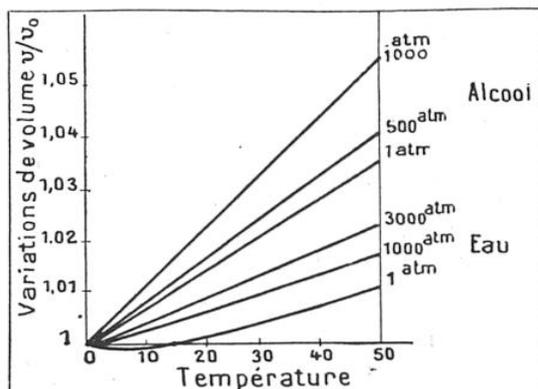

FIG. 2. — VARIATIONS DE VOLUME COMPARÉES DE L'EAU ET DE L'ALCOOL AVEC LA TEMPÉRATURE A DIVERSES PRESSIONS
(1) Notons une curieuse observation de Tammann: soumise à une pression de 2 000 atmosphères, l'eau donne naissance à une glace plus dense qu'elle-même.
tures, et c'est ce qui explique la douceur bien connue des climats marins. Notons encore, bien que ces anomalies paraissent jouer un rôle moins essentiel, que la chaleur spécifique de l'eau n'est pas fixe, et qu'elle n'augmente pas légèrement avec la température, comme c'est le cas pour les autres liquides; elle diminue de 0° à 35°, en passant par l'unité à 15° (1), et croît ensuite régulièrement. Il en va de même pour la compressibilité qui, partie de la valeur  $5,1 \times 10^{-5}$  à 0° C, passe par un minimum  $4,5 \times 10^{-5}$  à 50°; et, de plus, on voit sur la figure 2 que l'influence de la pression est inverse pour l'eau et pour d'autres liquides, comme l'alcool.